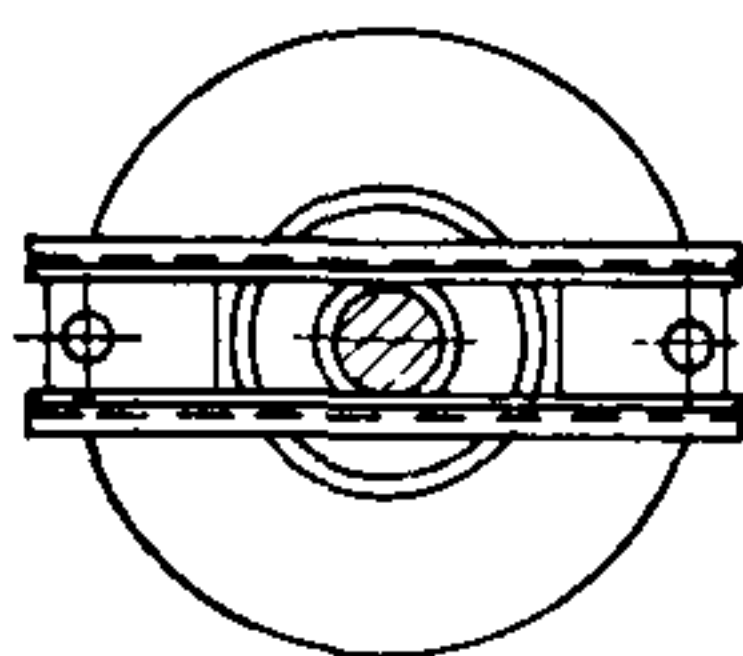

Рис. 2. Приспособление для снятия рабочего колеса с вала центробежных насосов типа НДиД
3. Приспособление для снятия с валов насосов рабочего колеса, а также втулок, подшипников и т. п. (рис. 2).